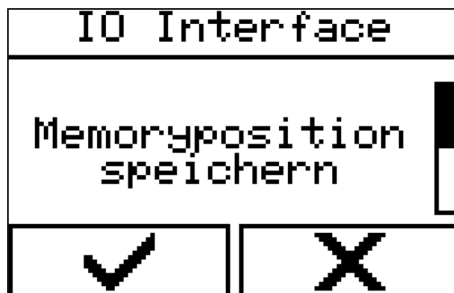

Abb. 116: Menü auswählen
1. → Menü über „Steuerung“ → „I/O Interface Memorypositionen“ → „Memorypositionen speichern“ (Abb. 116) auswählen.